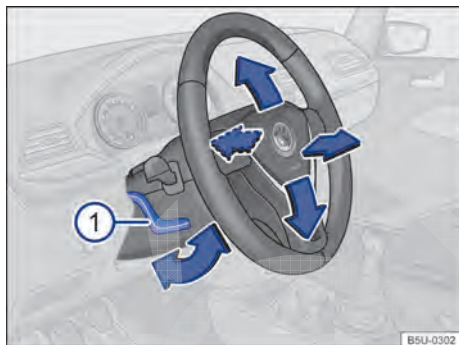

Fig. 39 Ajustar a posição do volante.
- Empurrar a alavanca → Fig. 39 ① para baixo e colocar o volante na posição desejada.